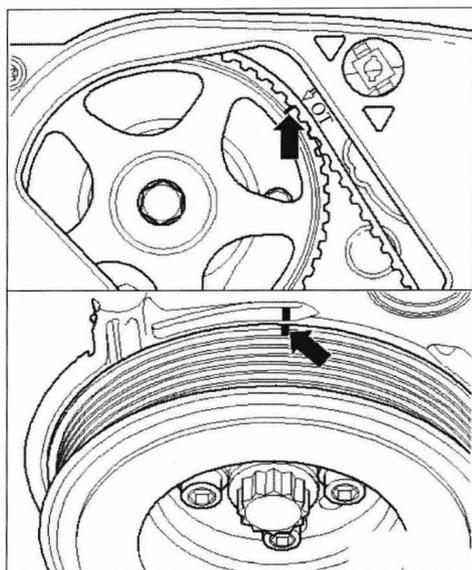
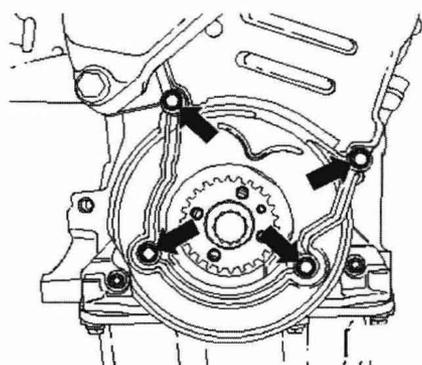

图 1-1-23
图 1-1-24
(1) 如图 1-1-23 所示, 转动曲轴使凸轮轴正时齿轮位于上止点的标记上。凸轮轴正时齿轮的标记必须与齿形传动带护罩的箭头齐平。
(2) 拆下曲轴减振器/传动带轮。
(3) 拧出齿形传动带护罩下部部件的螺栓, 如图 1-1-24 所示。
(2) 将齿形传动带护罩下部部件用两个下部螺栓固定住。
(3) 用新螺栓安装上减振器/传动带轮。
(4) 将曲轴和凸轮轴置于气缸 1 的上止点位置，如图 1-1-23 所示。